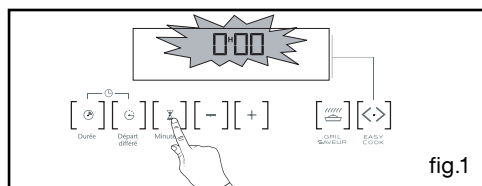

fig.1
- Appuyez sur la touche "  " (fig.1) jusqu'à faire 0.00.